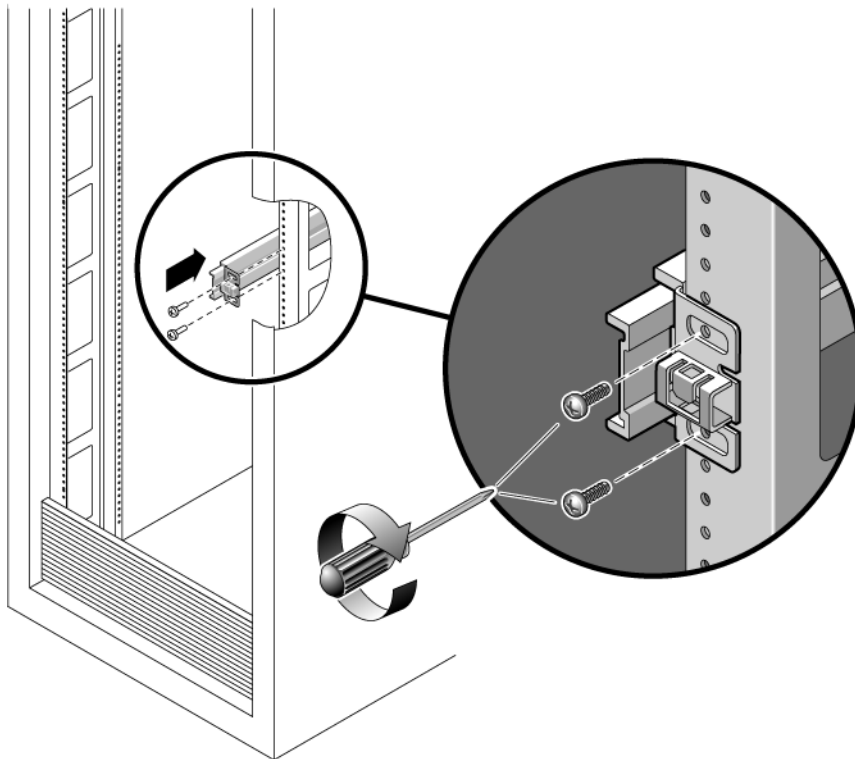

ABBILDUNG 2-5 Montage einer Schiene
- a. **Befestigen Sie die Vorderseite einer Schiene mit zwei Schrauben locker am rechten vorderen Rack-Ständer (ABBILDUNG 2-5).**